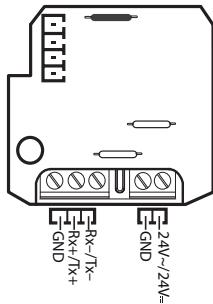

Fig. 6
- для моделей 24Вас/24Вdc см. Рис.6; убедитесь в правильности полярности (24В, GND) для постоянного напряжения;
- for the 24 Vac/24 Vdc models see Fig. 6; make sure the polarity (24V, GND) is correct for direct current power supply;